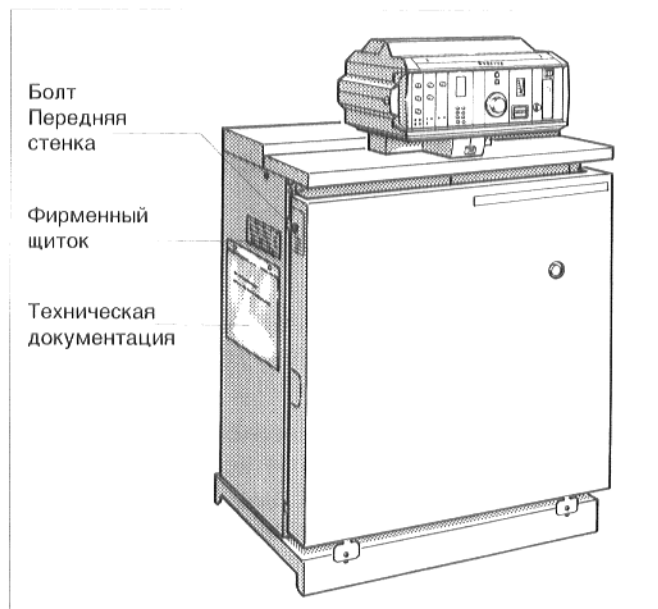

Рис. 13: GE 224 L в полностью смонтированном виде
- Закрутить крепежные болты в передней стенке котла (рис. 13).
- Фирменный щиток и прозрачный карман с технической документацией (рис. 13), следует перенести с левой стороны на правую, если они там лучше видны.